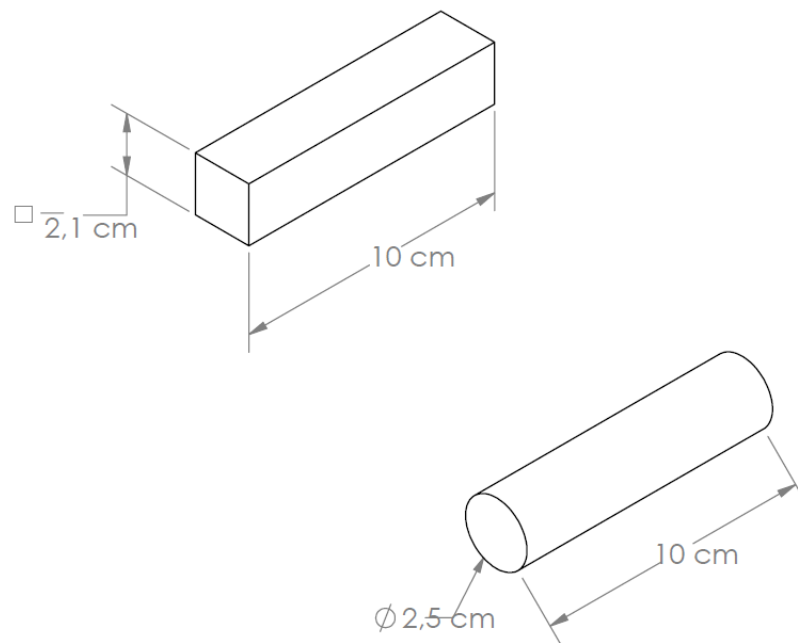

Figura 1 - Carga oficial
1.7. A **carga** será construída com madeira de acordo com as dimensões na figura 1. Os objetos carga oficiais para uso na competição serão fornecidos pelos organizadores do evento no local. As equipes vão selecionar e colocar uma carga na zona de entrega antes de cada corrida.